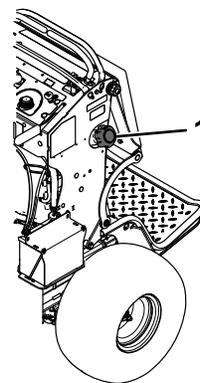

図 58
3. 燃料タンクにごみが入るのを防止するために、キャップ(図 58)の周囲をきれいに拭く。